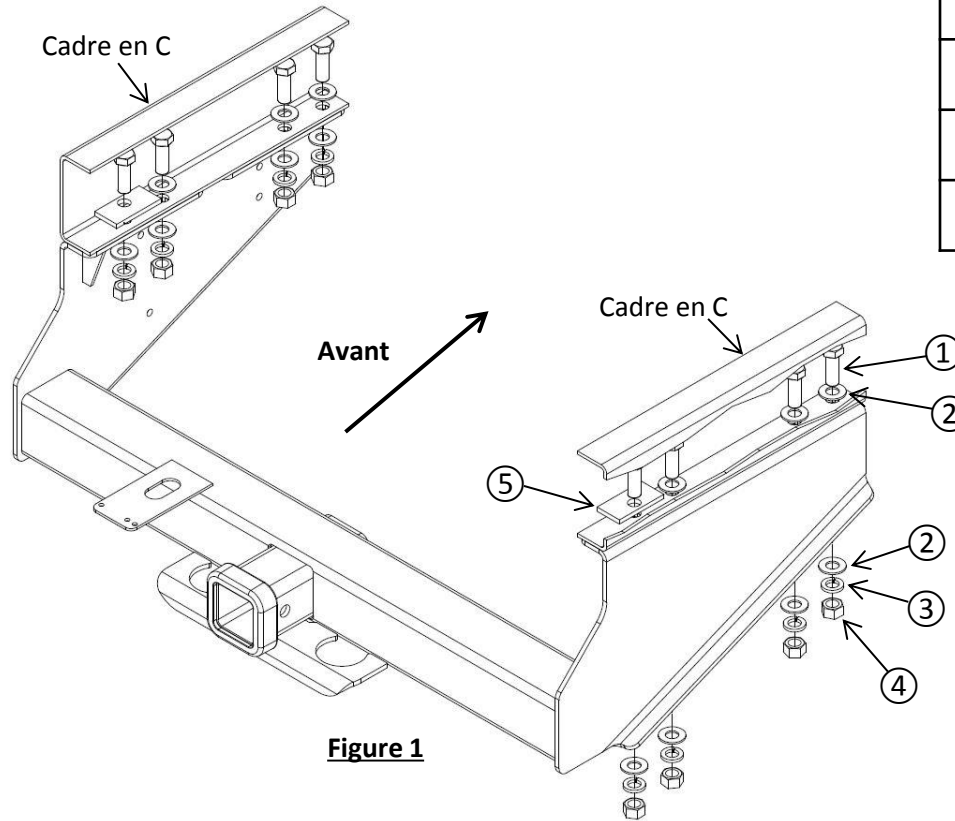

Figure 1
- Poser la visserie arrière** – De chaque côté, insérer un (1) boulon 5/8 po et un (1) espaceur dans le trou le plus à l'arrière du cadre, comme illustré à la Figure 1.
- Soulever l'attelage en position** – Soulever l'attelage en position et aligner les trous de l'attelage sur les trous du cadre. Poser une (1) rondelle conique 5/8 po, une (1) rondelle frein 5/8 po et un (1) écrou 5/8 po sur chaque boulon 5/8 qui dépasse.
- Poser la visserie restante** – Dans les six (6) trous restants, poser un (1) boulon 5/8 po et une (1) rondelle plate 5/8 po à travers le cadre et poser une (1) rondelle plate 5/8 po, une (1) rondelle frein 5/8 po et un (1) écrou 5/8 po sur chaque boulon.